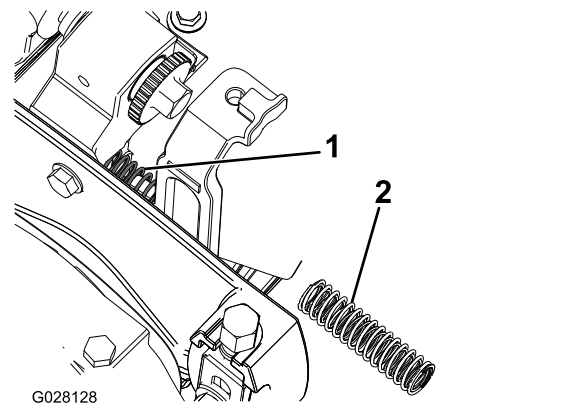

Bild 6
11. Entfernen Sie die Druckfedern an beiden Seiten der Schneideinheit mit einer langen Zange und ersetzen Sie sie durch die inneren und äußeren Druckfedern (Bild 6).